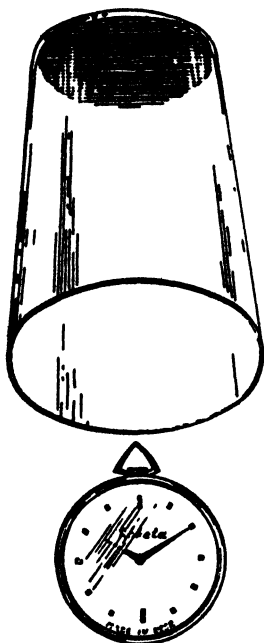

Рис. 7.27
- Если часы мешают Вам заснуть после напряженного рабочего дня, положите их на мягкую подстилку и накройте стеклянным стаканом. Циферблат будет виден, а тикание не будет слышно (рис. 7.27).